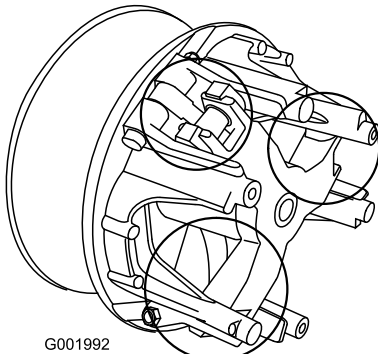

図 56
5. 図 56 でで○で囲んで表示している部分の可動部に Toro ドライ潤滑剤 (Toro 代理店で購入可能) をスプレーする。